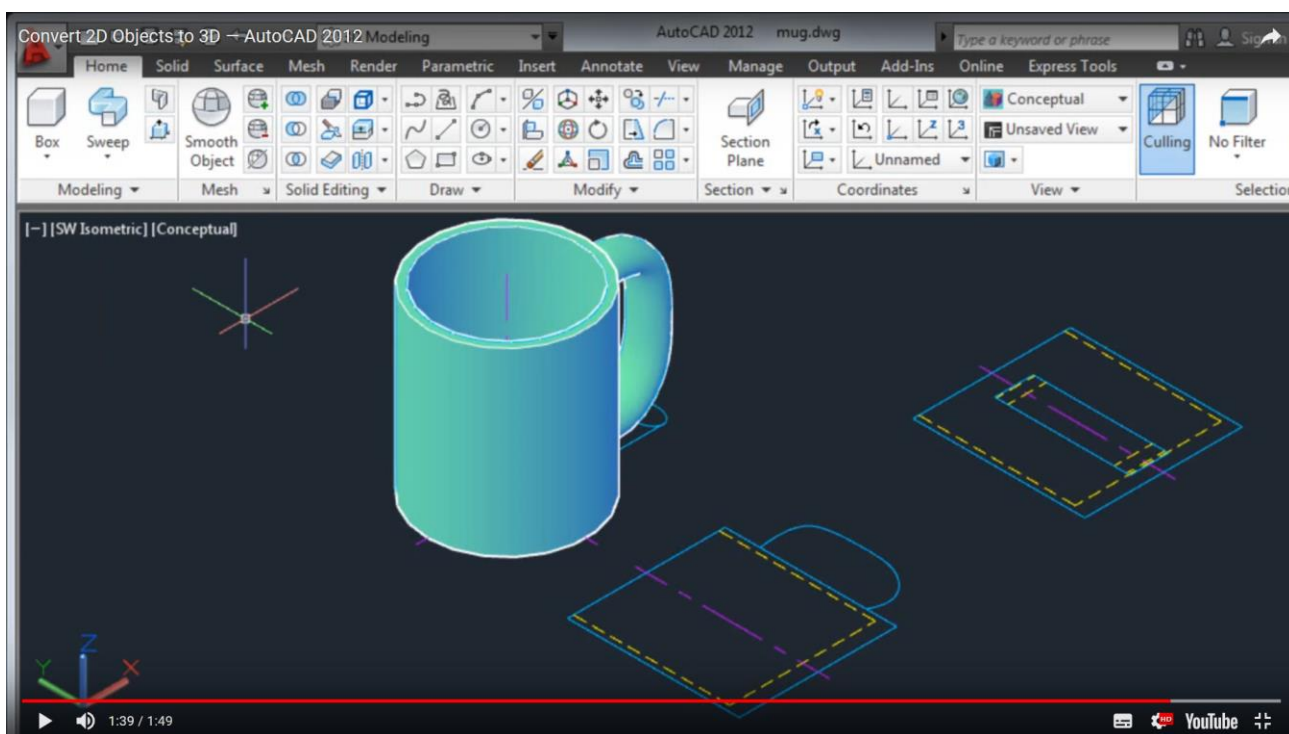

Рис. 7. Кружка с ручкой в трехмерном представлении
7. Для просмотра созданного 3d объекта изменить визуальный стиль с 2D-каркас на Концептуальный (Conceptual) на панели управления экраном (рис. 7).